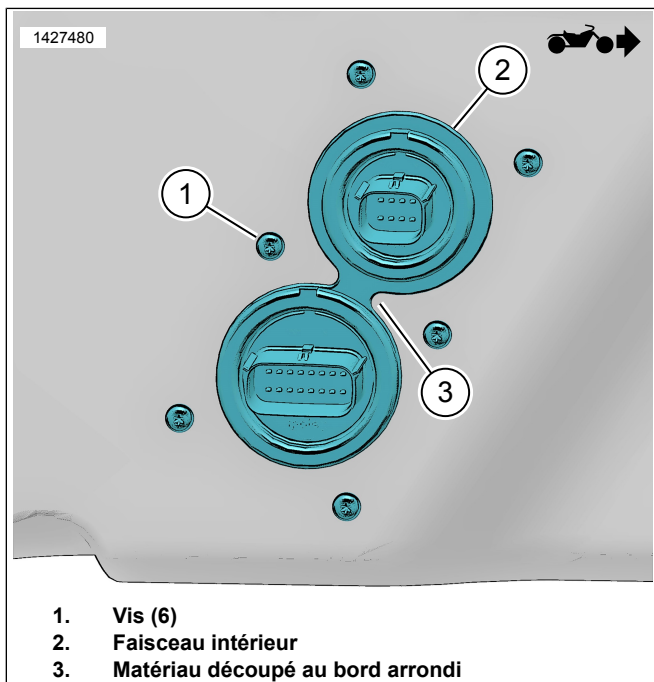

Figure 3. Faisceau interne
- d. Voir la figure 3. Couper le matériau jusqu'au bord arrondi (3).
11. Voir la figure 3. Installer le faisceau intérieur (2).